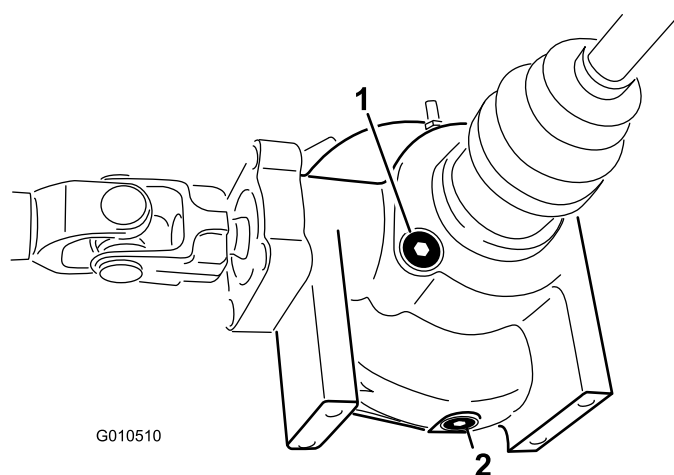

Figura 50
2. Limpie la zona alrededor del tapón de vaciado en el lateral del diferencial (Figura 50). Coloque un recipiente debajo del tapón de vaciado.